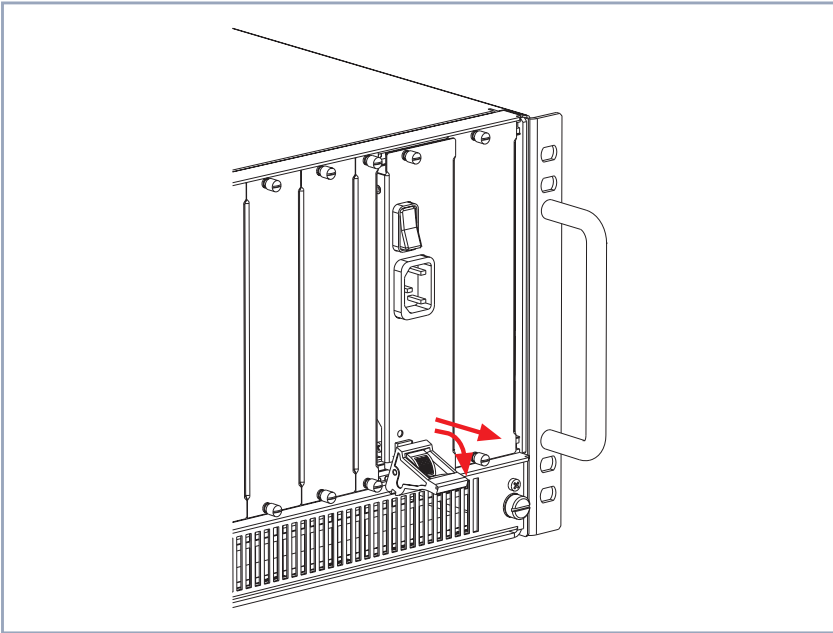

Bild 1-5: X8A-PS herausziehen
- Drücken Sie den Ein-/Aushebegriff (siehe Bild 1-5, Seite 12) weiter nach unten, bis das Netzteil aus dem Gehäuse herausgedrückt wird.